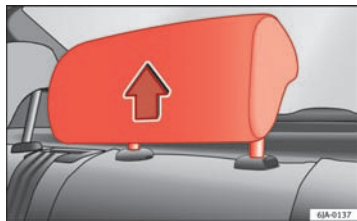

Fig. 5 Hovedstøtte i brugsposition
- Tre **brugspositioner** ⇒ Fig. 5. I disse positioner fungerer hovedstøtten som en almindelig hovedstøtte, og sammen med sikkerhedssele beskytter den bagsædepassagererne.